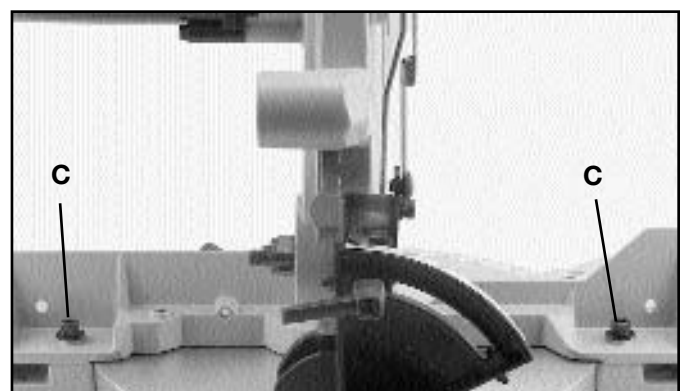

Fig. 20
6. Si resulta necesario cualquier ajuste, afloje los dos tornillos (C) Fig. 20 y ajuste la guía hasta quedar a 90 grados de la hoja. Apriete entonces los dos tornillos (C).